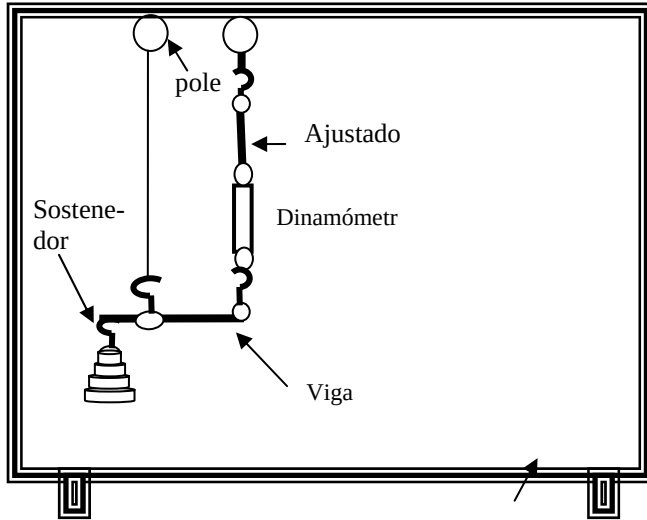

Fig. 2. Esquema del arreglo a realizar.
Construir el sistema a analizar cómo se muestra en la Fig. 2, siguiendo el procedimiento que se presenta a continuación:
3. Hacer el arreglo como se muestra en la Fig. 2.